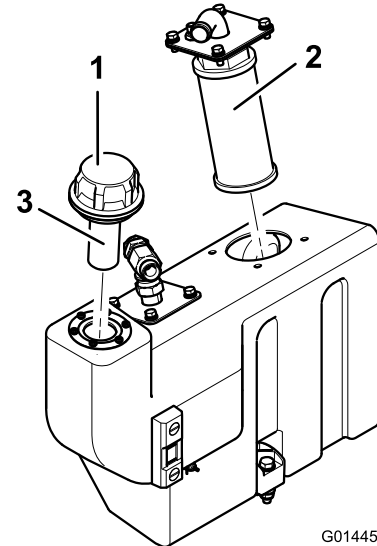

Bild 89
2. Nehmen Sie den Saugflansch des Ölbehälters ab, um an das Saugsieb zu gelangen (Bild 89).
3. Schrauben Sie das Sieb ab, nehmen Sie es heraus und reinigen Sie es mit Paraffin oder Petroleum, bevor Sie es wieder einsetzen (Bild 89).